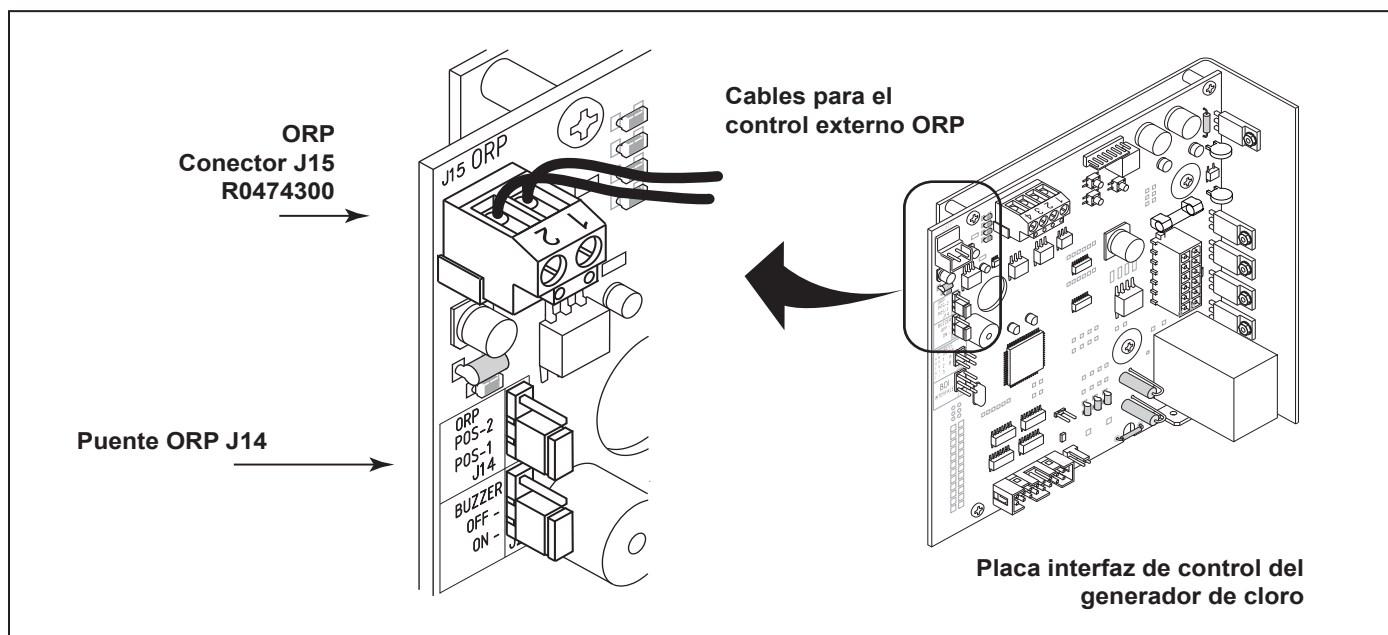

Figura 17. Puente móvil ORP J14
Un dispositivo externo como un ORP (potencial reducción oxidación) controlador de suministro de 24 voltios de CA puede usarse para controlar la salida de la cloración. El tablero de control de cloración se puede configurar en el campo para operar en dos (2) modos diferentes. El modo de operación está determinada por la posición de un jumper J14 muebles. Ver la Figura 17 para la ubicación.